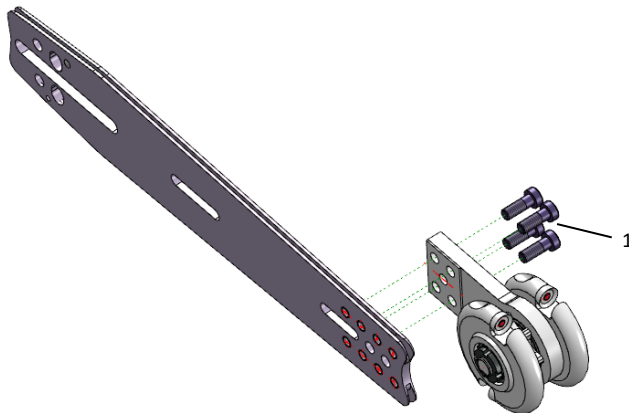

Fig. 9. Montage de la fraiseuse à bois ETH-C-Mini long
- Montez la fraiseuse à bois à l'aide des 4 vis à tête cylindrique (1- Fig 9). Pour la plupart des scies, la position des deux trous centraux est la bonne. Si, lors de la tension de la chaîne, celle-ci est trop courte ou trop longue, utilisez l'une des autres